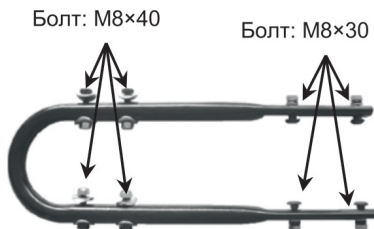

Рис. 2
1. Развинтите 4 болта М8х40 и 4 болта М8х30 от U – образной соединительной трубы (рис. 2);